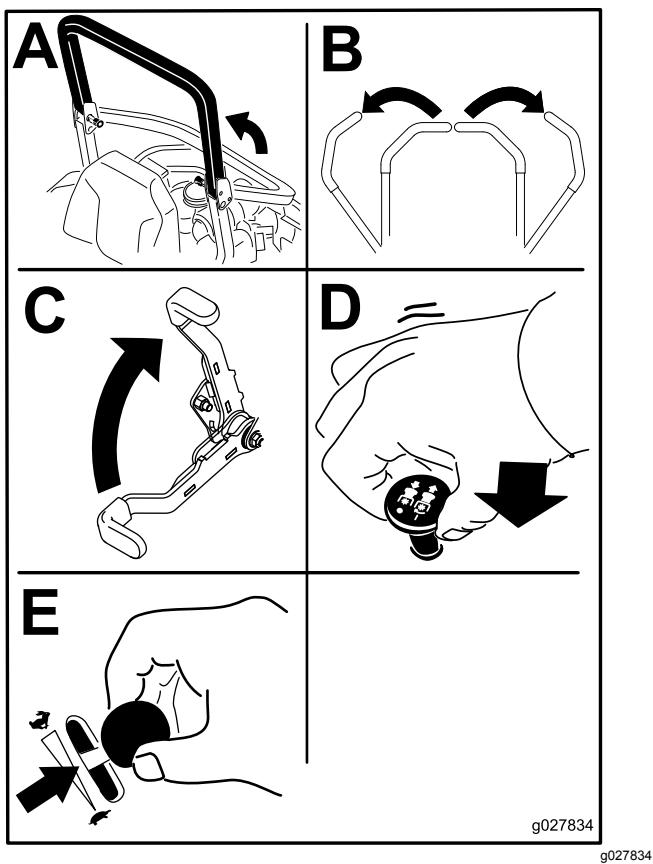

Figure 21
- Placez la commande des lames (PDF) en position DÉSENGAGÉE (Figure 21).